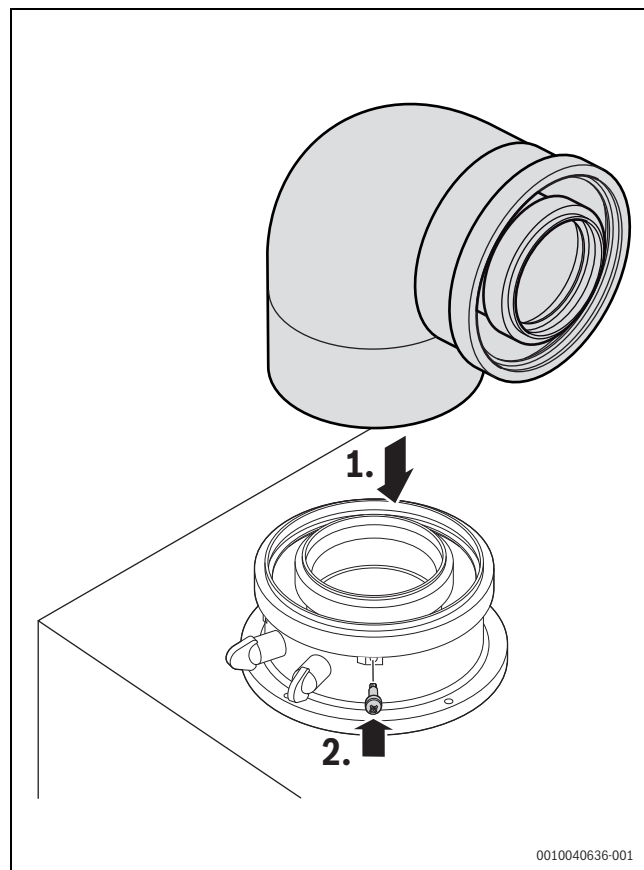

Fig. 26 Colocar os acessórios de exaustão e fixar com 3 parafusos
- ▶ Conectar os acessórios de exaustão (→ fig. 26).